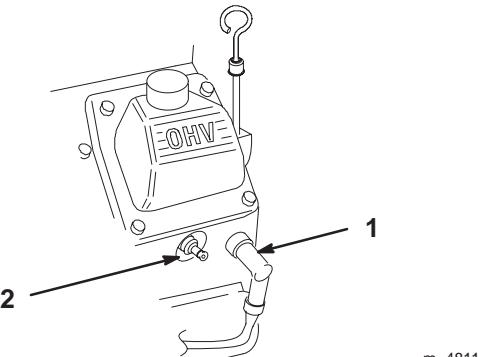

Figure 44
3. Débranchez les fils des bougies (Fig. 44). Nettoyez la surface autour des bougies pour éviter que des impuretés n'endommagent le moteur en tombant à l'intérieur.
- Connectez les fils aux bougies (Fig. 44).